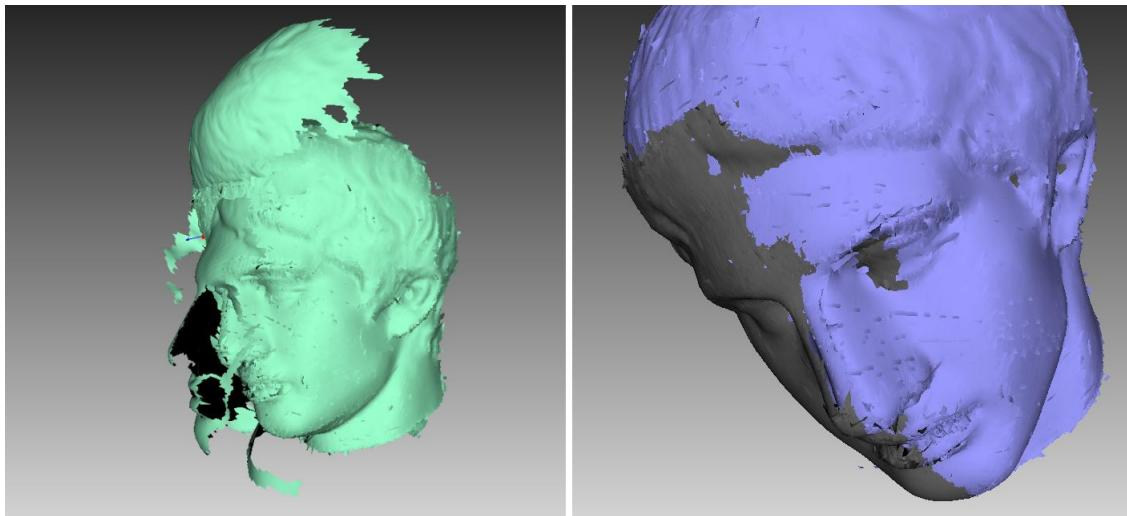

Рис. 8.28: Ошибки глобальной регистрации: некорректные настройки слева и разрыв между сканами справа.
- После окончания работы поверхности находятся в беспорядочном состоянии (см. левую иллюстрацию на Рис. 8.28) или положение поверхностей не изменилось. Обычно это связано с тем, что в приложение настроено для другого типа сканера, не для того, которым снимались данные. Измените тип устройства в настройках (см. Настройки алгоритмов).
- Алгоритм отработал успешно, но между двумя или большим количеством сканов наблюдается разрыв (см. Рис. 8.28, справа). Выберите на *Рабочей области* только эти сканы и запустите алгоритм глобальной регистрации для них. Если после отработки алгоритма сканы приблизились друг к другу, но не сошлись, запустите алгоритм снова, увеличив количество итераций, и повторяйте это до полной сходимости, после чего снова запустите глобальную регистрацию для всех данных. Если проблемных сканов несколько, и свести их вместе не удается, попробуйте совместить два из них. Постепенно увеличивайте количество сканов, пока все они не соберутся.